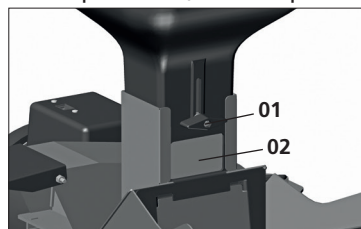

Fig. 18
Solte a borboleta (1) localizada na lateral do funil. Com o regulador (2) solto, faça a regulagem deslocando para cima caso necessite de uma abertura maior ou deslocando para baixo caso necessitar de uma abertura menor. Após a regulagem, aperte a borboleta (1), [Fig. 18].